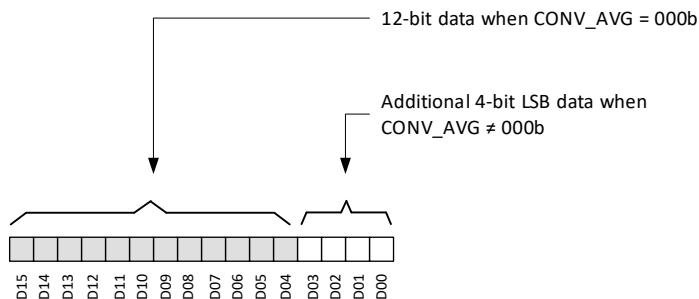

图 7-5. 磁传感器数据定义
X、Y 和 Z 磁传感器数据分别存储在 `X_CH_RESULT`、`Y_CH_RESULT` 和 `Z_CH_RESULT` 寄存器中。12 位 ADC 输出以二进制补码格式存储在 16 位结果寄存器中，如图 7-5 所示。在最快转换 (`CONV_AVG = 000b`) 的情况下，ADC 输出会将 16 位结果寄存器的 12 个 MSB 位以及 4 个 LSB 位加载为零。在 `CONV_AVG ≠ 000b` 的情况下，所有 16 位都用于存储结果。当 `DATA_TYPE = 00b` 时，可通过常规 32 位 `SPI` 读取来访问 16 位磁传感器数据。使用方程式 1 计算测量的磁场。
- D_i 是图 7-5 中所示的数据位。